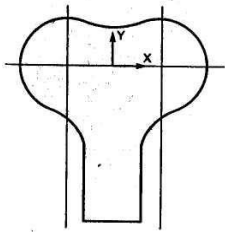

Рис.57
9. По команде Удалить  Вспомогательные кривые и точки на панели управления удаляем вспомогательные прямые на эскизе. По команде Усечь кривую  на панели «Редактирования»  удаляем лишние элементы на эскизе (см.рис.57).